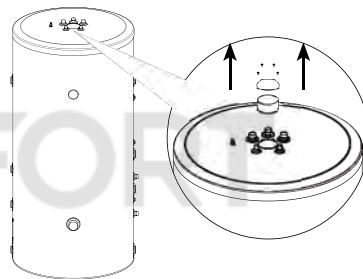
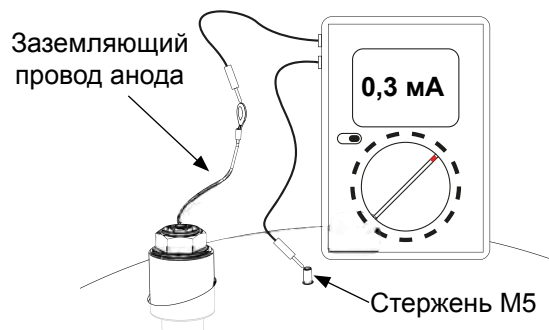

Рис. 12 Демонтаж заглушки верхней крышки.
Рис. 13 Измерение силы постоянного тока защиты анода.
Для того, чтобы проверить состояние износа анода, следует (Рис. 12 и Рис. 13):
1. Отвинтить винты и снять крышку корпуса (Рис. 12).
4. Между проводом заземления и стержнем М5 последовательно подключить амперметр (диапазон в мА) и считать силу постоянного тока защиты (Рис. 13).